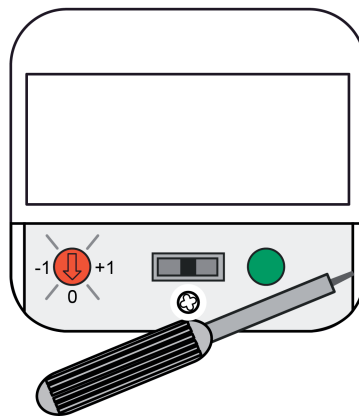

Bild 12: Demontage der Designabdeckung des Geräts
- Designabdeckung des Geräts vorsichtig mit einem Schraubendreher entfernen (Bild 12).